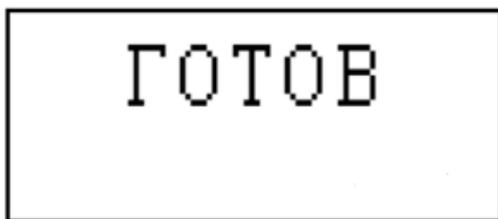

Рис. 2– Экран дисплея при запуске; «ГОТОВ» - прибор в нормальном состоянии
6.3. Включить питание блока управления переключателем ВКЛ/ВЫКЛ, расположенной в верхней части корпуса. После этого на дисплее появится сообщение «ГОТОВ!» (см. Рис.2)